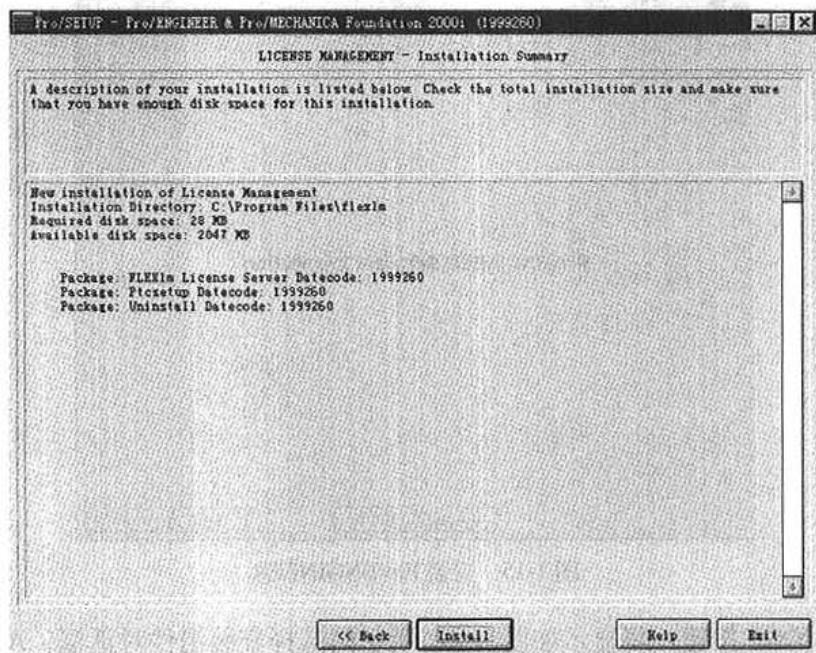

图 1-13 安装总结
(8) 当确信信息无误后, 单击 Next 按钮, 会进入如图 1-13 所示的对话框中, 显示安装所需要的硬盘空间以及安装目录所剩下的空间。